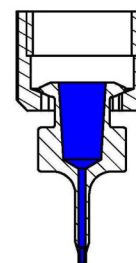

Figura 2
- Como para el montaje, inserte la aguja en la tuerca de bloqueo, lave la cavidad de la aguja con un disolvente y seguidamente llene la cavidad con el disolvente (véase la Figura 2).